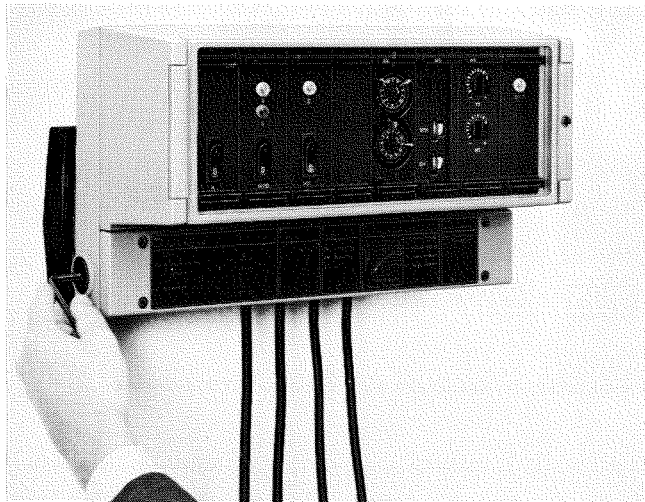

Abb. 2 Anbau der Wärmepumpensteuerung WPS
3. Wärmepumpensteuerung WPS auf den Fuß stecken, ausrichten und Schrauben festziehen (Abb. 2).